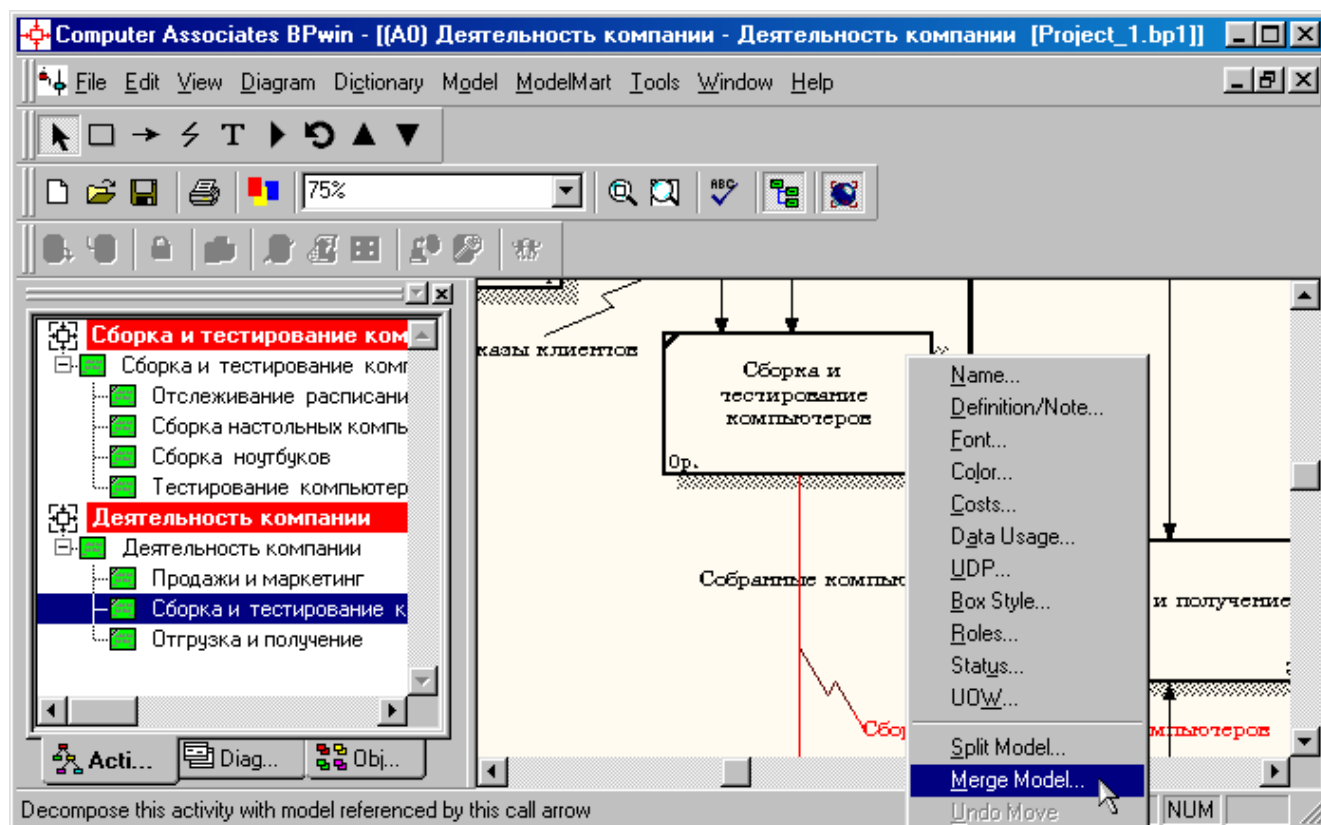

Рисунок 6.6 - Пункт контекстного меню **Merge model**
- 2 Правой кнопкой мыши щелкните по работе "Сборка и тестирование компьютеров" и выберите в контекстном меню опцию **Merge model** (рисунок 6.6).